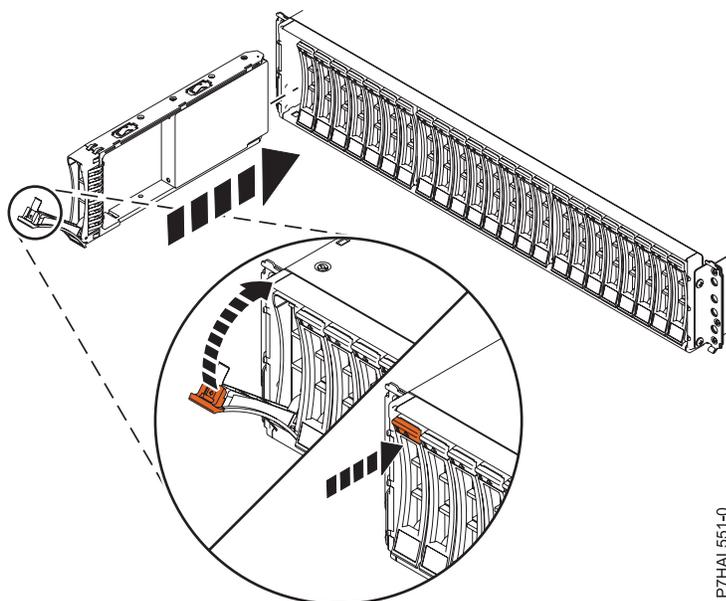

図7. ディスク・ドライブの 5887 ディスク・ドライブ・エンクロージャーへの取り付け
- ハンドルをアンロック位置にして (17 ページの図7 を参照)、ドライブの底面を支え、拡張装置のガイド・レールに位置合わせします。